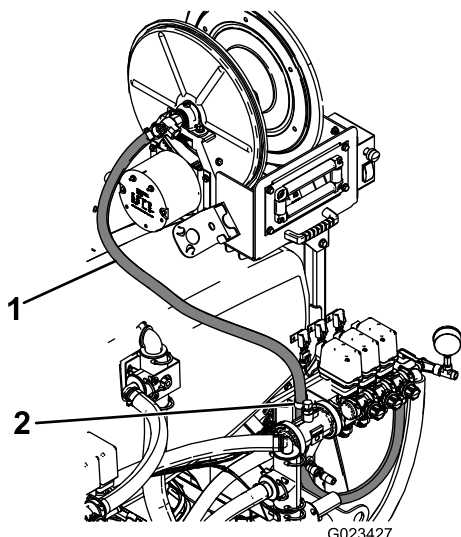

Figura 11
9. Sujete la abrazadera en R al refuerzo trasero con el perno y la tuerca existentes (Figura 11).